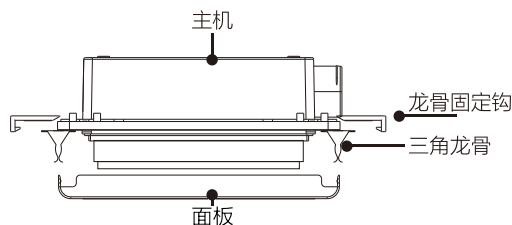

图4
- 4 将主机倒扣在龙骨上，使卡扣锁紧龙骨。托住面板，接好LED灯电线及显示板电线，然后将面板扣入龙骨。（如图4）